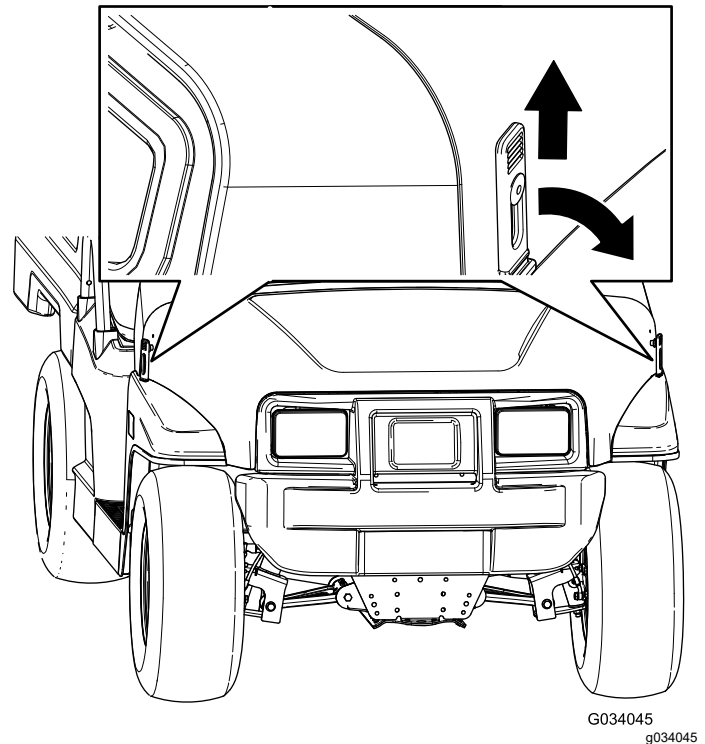

Bild 28
1. Heben Sie den Hebel der Gummriegel an jeder Seite der Motorhaube an (Bild 28).
2. Fluchten Sie die Gummriegel auf den Riegelankern an jeder Seite der Motorhaube aus, um die Motorhaube zu befestigen (Bild 28).